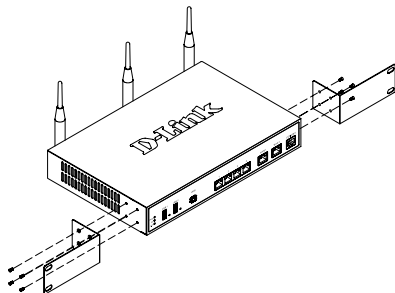

図3. 19インチラックマウントキットの取付け
1. 本製品の両サイドに19インチラックマウントキットを同梱されているネジを使用し、図3のように取付け固定します。